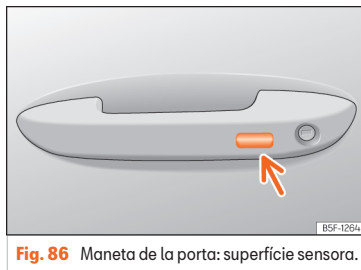

Fig. 86 Maneta de la porta: superfície sensora.
- **O BÉ** mitjançant el sistema Keyless Access (només tancament): Mantingueu un dit durant uns segons sobre la superfície sensora de bloqueig >>> **fig. 86** (fletxa) de la maneta de la porta perquè es tanquin les finestretes i el sostre. Si es deixa de tocar la superfície sensora s'interromp la funció de tancament.
Mantingueu un dit durant uns segons sobre la superfície sensora de bloqueig ►► **fig. 86** [fletxa] de la maneta de la porta perquè es tanqui el sostre. Si es deixa de tocar la superfície sensora s'interromp la funció de tancament.